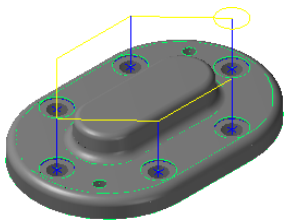

图 16.29 刀具路径
(2) 在“2D 刀具路径 – 钻孔/全圆铣削 深孔钻-无啄孔”对话框的左侧节点列表中单击 **绘图面 (WCS)** 节点, 单击 **加工坐标系** 区域中的“选择 WCS 视角”按钮  , 系统弹出“视角选择”对话框, 在该对话框中选择 **底视图** **X0. Y0. Z0.** 。单击该对话框中的  按钮, 关闭“视角选择”对话框。
(3) 单击“2D 刀具路径 – 钻孔/全圆铣削 深孔钻-无啄孔”对话框中的 **刀具面** 按钮  , 然后单击“2D 刀具路径 – 钻孔/全圆铣削 深孔钻-无啄孔”对话框中的“绘图面”按钮  。
(4) 单击“2D 刀具路径 – 钻孔/全圆铣削 深孔钻-无啄孔”对话框中的  按钮, 完成加工参数的设置, 此时系统将自动生成图 16.29 所示的刀具路径。